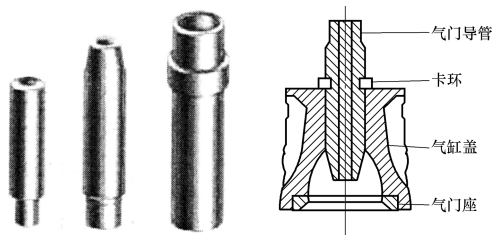

图 1-95 气门导管
1) 气门导管的外形及安装,如图 1-95 所示。它为圆柱形管,其外表面有较高的加工精度、较小的表面粗糙度值,与缸盖(体)的配合有一定的过盈量,以保证良好的传热效果和防止松脱。气门导管与气门导管孔有适当的过盈量,一般为 $0.015 \sim 0.065\text{mm}$ 。